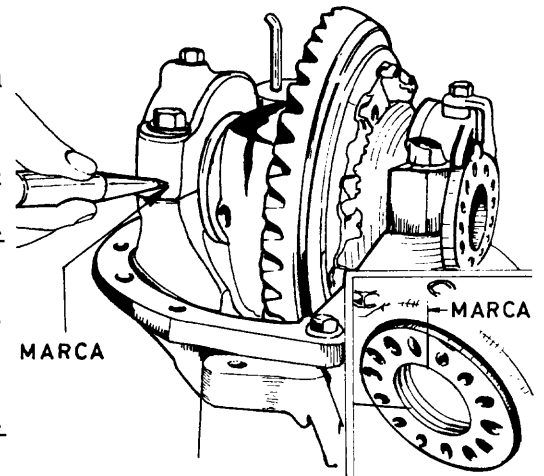

Fig. 1
- b Marque las tapas (fig. 1), la caja del grupo y las tuercas de ajuste.